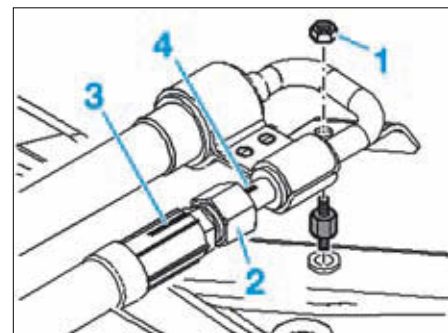

FIG. 19
- Dévisser l'écrou (1) du support de canalisation (Fig.19).
- Dévisser le raccord (2) et débrancher le flexible (3) de la canalisation (4).